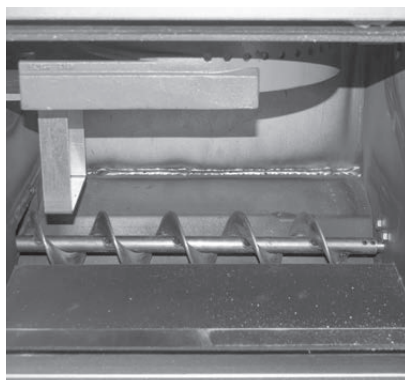

Fig. 68 Vano cenere
- ▶ Aprire la porta di contenimento e lo sportello del vano cenere – Fig. 68.